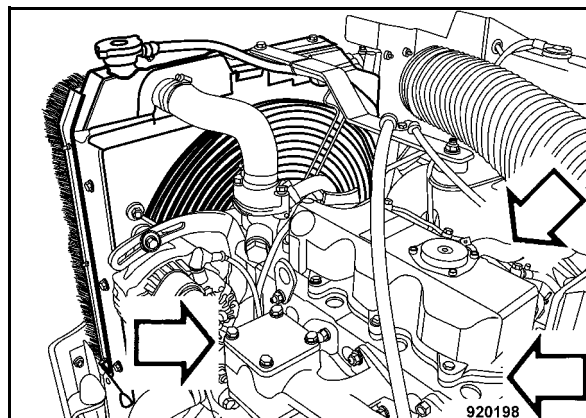

Fig. 125
- Comprobar el asiento fijo de la fijación de aspiración y de escape (Fig. 125) en las culatas.